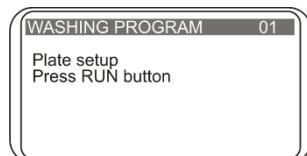

Рисунок 9. Определение глубины опускания игл гребёнки до дна планшета.
- 5.20.1. Нажав кнопку **Ввод/Калибр.** в стартовом режиме, на дисплее появляется надпись (рис. 9).